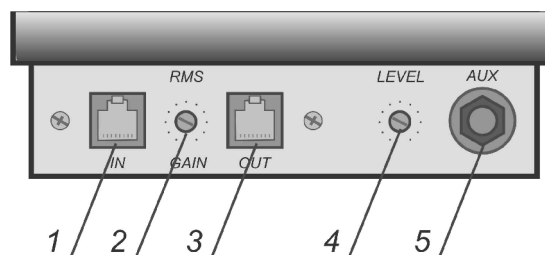

Рисунок 7
9.4 Розміщення роз'ємів і гнізд на задній панелі пульта мікрофонного і їх призначення наведено на рис. 7